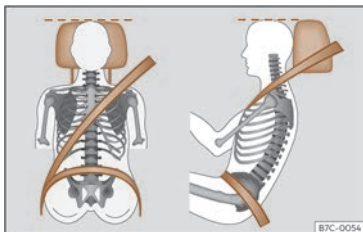

Fig. 18 Bandas do cinto e reposacabezas axustados correctamente.
- Axuste o reposacabezas de xeito que o bordo superior quede, na medida do posible, á altura da parte superior da cabeza, en ningún caso por debaixo dos ollos¹⁾. Manteña a caluga o máis preto posible do reposacabezas >>> **fig. 18**.
- Axuste o asento lonxitudinalmente para que poida pisar completamente os pedais cos xeonllos lixeiramente dobrados e quede unha distancia entre a zona dos xeonllos e o taboleiro de instrumentos polo menos de 10 cm (4 polgadas) >>> **fig. 18**.